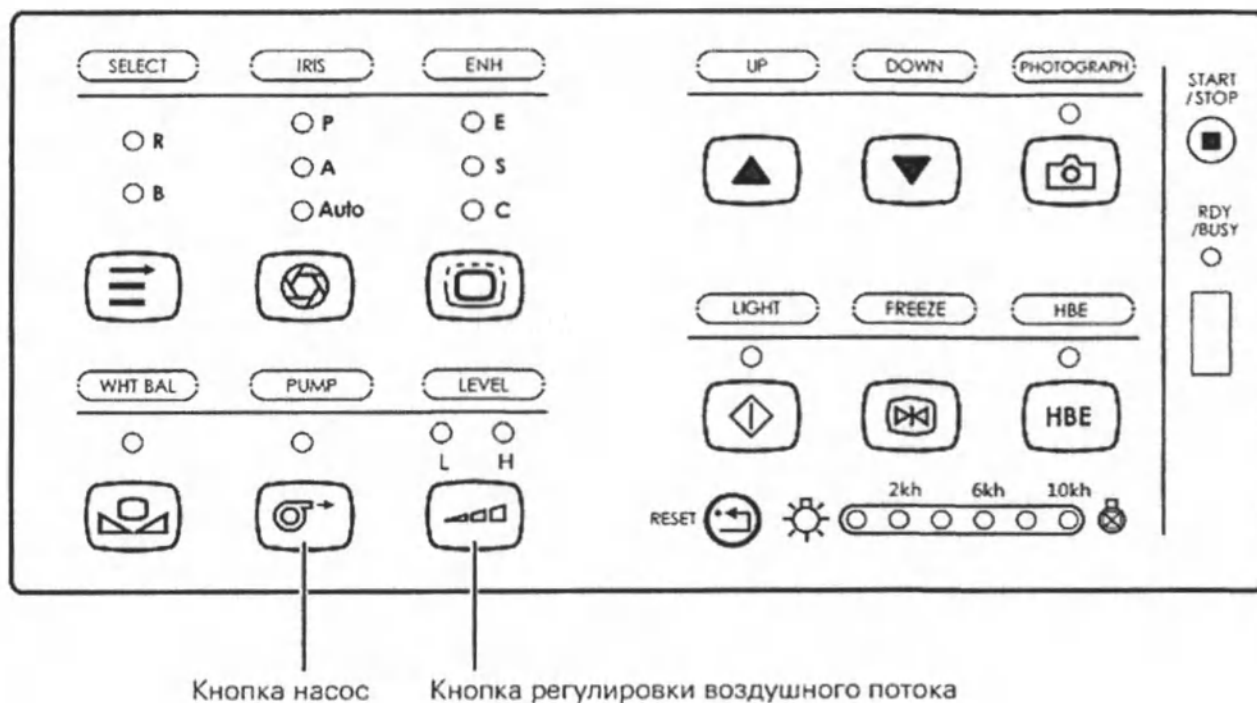

Рис. 8.
1. Нажмите на кнопку насоса, чтобы ВКЛЮЧИТЬ насос (см. рис. 8). Индикатор PUMP загорается, и начинается подача воздуха. При повторном нажатии на кнопку насоса насос ВЫКЛЮЧАЕТСЯ.
2. Нажмите на кнопку регулировки воздушного потока, чтобы настроить уровень воздушного потока (см. рис. 8). При нажатии на кнопку регулировки воздушного потока уровень воздушного потока переключается между «Н» (высокий) и «L» (низкий). Индикаторы H и L отражают текущий статус воздушного потока.